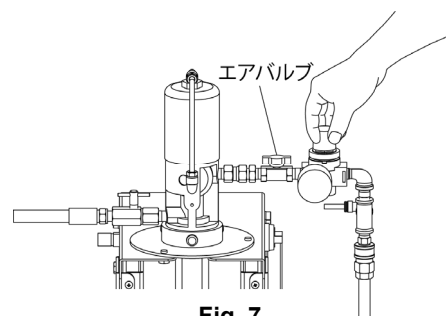

Fig. 7
- 2) エアバルブを開き、ポンプ供給用レギュレーターのつまみを徐々に、右（時計方向）に回していくと、エア圧 0.2 MPa 位でポンプが作動します。ポンプはしばらく作動し、ポンプ・ホース内にグリースが充満して停止します。(Fig. 7)